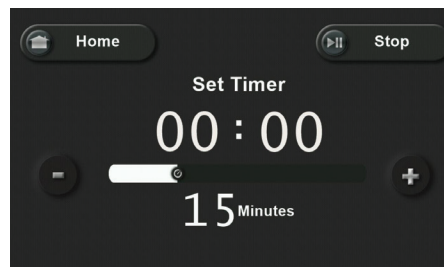

Abb. 1
3. Verwenden Sie den Schieberegler, um den Timer einzustellen. Die maximale Zeit beträgt 30 Minuten. (Abb. 1)